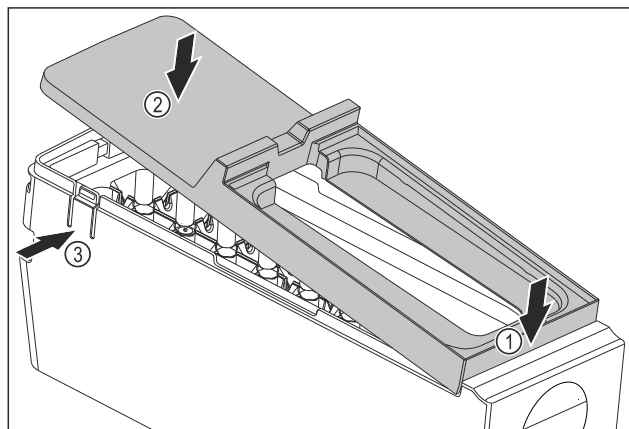

Fig. 146
- Встановіть кришку корпусу EasyTwist-Ice: Прикріпіть кришку спереду. Fig. 146 (1)
- Опустіть кришку ззаду. Fig. 146 (2)
- Кришка зі звуком фіксується в обох виступах Fig. 146 (3).